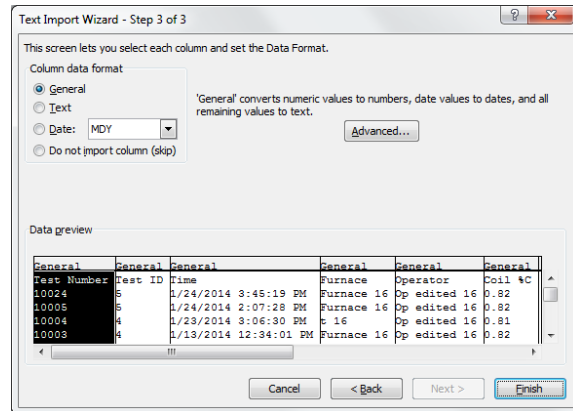

Figura 48 - Importar un archivo CSV en Microsoft Excel (Paso 3 de 3)
5. El "Formato de datos de la columna" puede configurarse para cada columna utilizando las opciones de Excel (Figura 48). El formato "General" debería funcionar bien en la mayoría de los casos. Haga clic en **Finalizar** cuando esté listo.